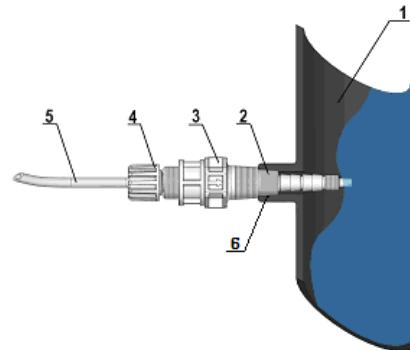

Fig. 7 - Montaje del rácor
Tanto en el tubo de impulsión como en el de aspiración, evite curvas excesivas con el fin de evitar estrangulamientos en el tubo. Aplique en el conducto de la instalación que hay que tratar, en el punto más idóneo para efectuar la inyección del producto que hay que dosificar, un rácor de 3/8" o 1/2" gas hembra. Este rácor no se incluye en el suministro. Enrosque la válvula de inyección en el "rácor de junta" utilizando cinta de PTFE, véase la Fig. 7. Conecte el tubo en la conexión cónica de la válvula de inyección y bloquéelo con la virola correspondiente (4). La válvula de inyección también es una válvula de no retorno.